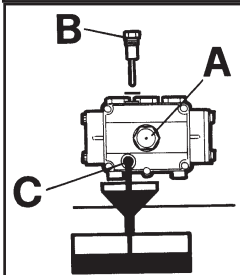

FIG.14
- 2) Irrota korkki mittatikulla (Fig. 14).